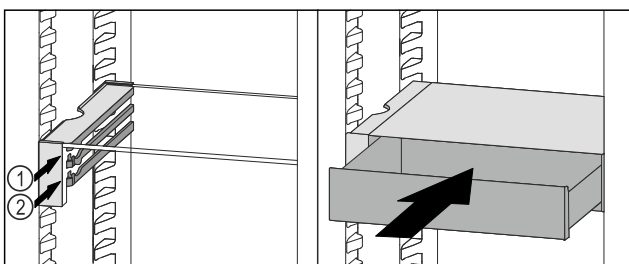

Fig. 204
- ▶ Установите выдвижной ящик VarioSafe за стопоры на требуемый выступ *Fig. 204 (1)* или *Fig. 204 (2)*.